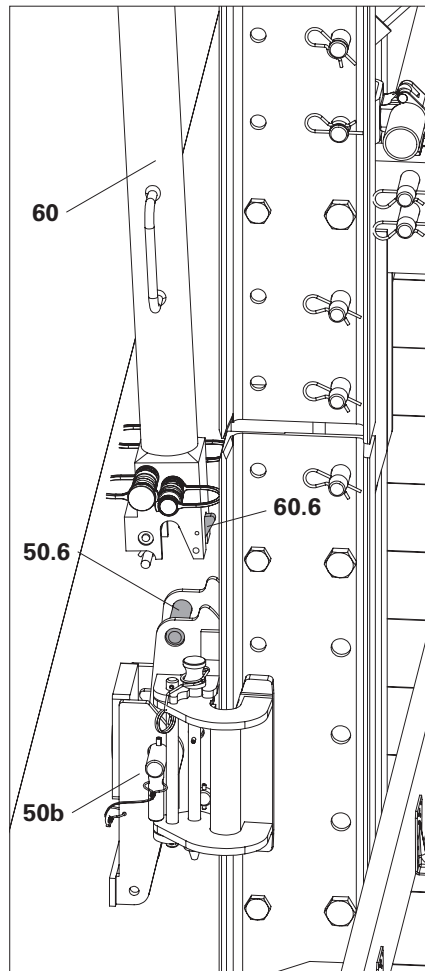

Fig. D7.04
1. Posizionare il sistema di ripresa RCS (**60**) sui bulloni (**50.6**) del dispositivo di sospensione centrale (**50b**) e innestarlo. Il dispositivo di ripresa viene premuto contro la guida di ripresa mediante la forza della molla. Guidare l'uncino nella guida di ripresa. (Fig. D7.04 + D7.05)